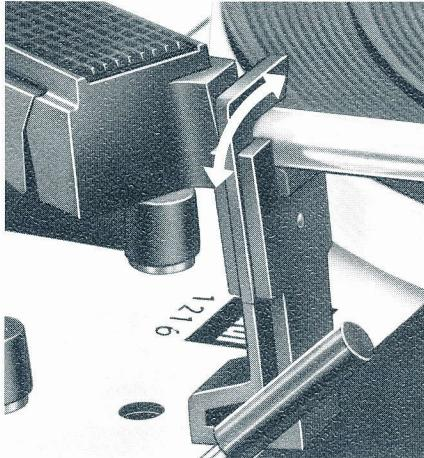

Fig. 7
Dann wählen Sie die erforderliche Plattenteller-Drehzahl ②, stellen die Drehtaste ⑯ auf den Schallplatten-Durchmesser (17, 25 oder 30 cm, bzw. 7, 10 oder 12") ein und verriegeln den Tonarm (Fig. 7).
erfolgt die Rückführung des Tonarmes und das Abschalten automatisch. Es empfiehlt sich, nach Beendigung des Spiels den Tonarm zu verriegeln (Fig. 7).